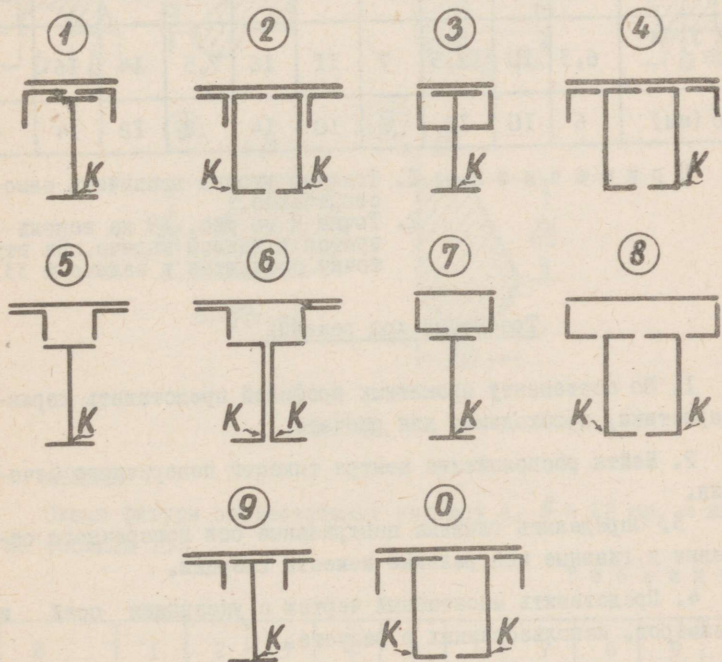

Рис. 19.
Определить главные центральные моменты инерции для сечения из профильной стали, схематически изображенного на рис. 19.
2. Точка К на рис. 19 не используется в данной задаче. На эту точку ссылаются в задаче № 33.